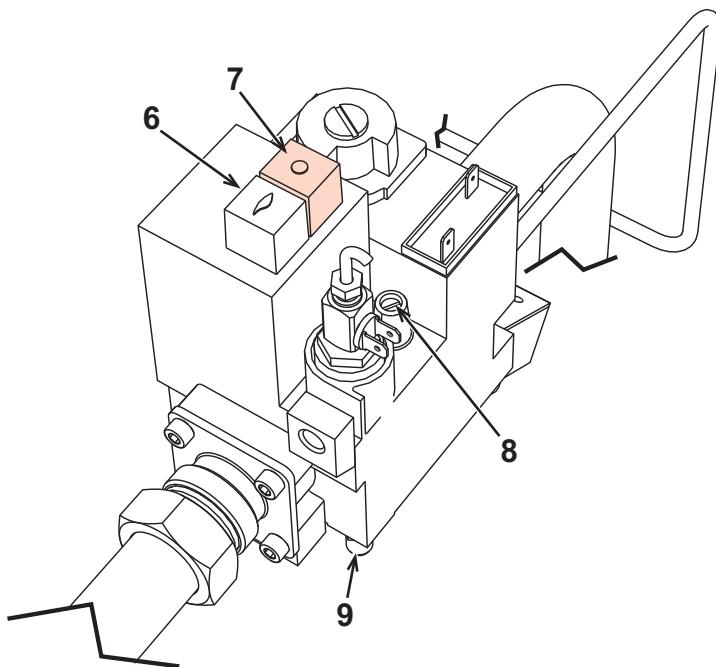

рис. 3 - Газовый клапан для моделей 77 Т, 87 Т, 97 Т, 107 Т
- Выпустите воздух из газовых труб, открыт штуцер для измерения давления на входе в клапан "3" (рис. 2 для модели 67 T) или "9" (рис. 3 для моделей от 77 T до 107 T).
- После розжига пилотной горелки удерживайте нажатой ручку газового клапана "1" в рис. 2 или кнопку включения "6" в рис. 3 еще 15 - 20 секунд, затем медленно отпустите ее, проверяя, что пилотная горелка остается включенной. В противном случае подождите 30 секунд и повторите операцию розжига.
Нажмите и удержите ручку управления "1" в положении "С" (рис. 2 для модели 67 Т) или нажмите на кнопку выключения "7" (рис. 3 для моделей от 77 Т до 107 Т).